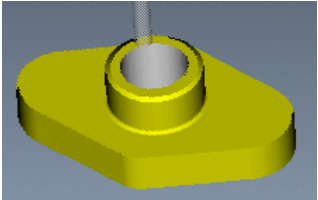

图 19.3.57 NC 检测结果
Step1. 在“铣削：螺纹铣削”操控板中，单击按钮，系统弹出“VERICUT 7.1.2 by CGTECH”窗口，单击按钮，仿真结果如图 19.3.57 所示。